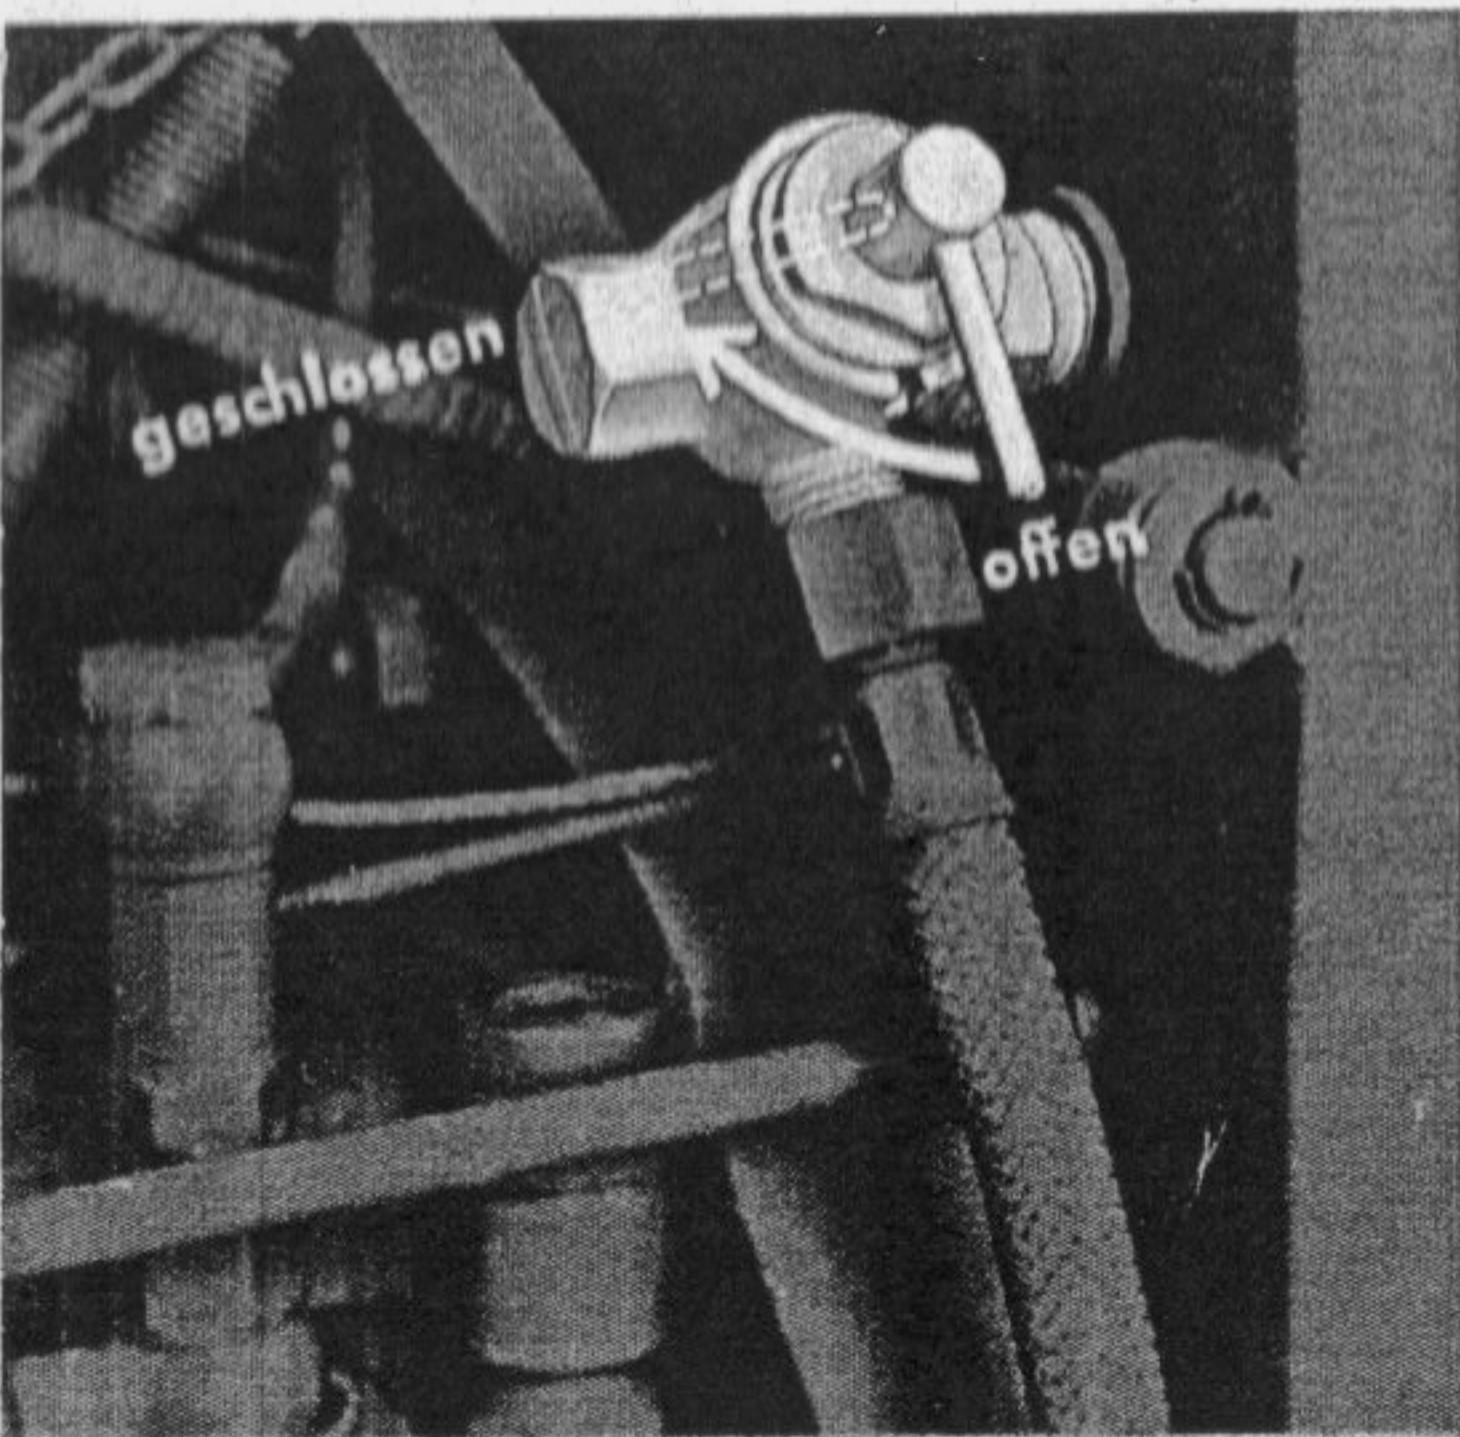

Fig. 60 ▲ ▼ Abb. 61
- Vérifier la position du robinet à carburant (voir fig. 60).